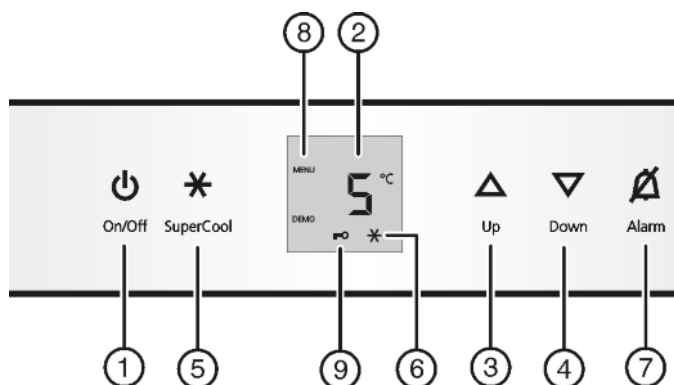

Fig. 2
- ▶ Appuyer sur la touche On/Off Fig. 2 (1).
- ▶ Activer le mode de réglage : appuyer env. 5 sec. sur la touche SuperCool Fig. 2 (5).
- ▶ Pour confirmer, appuyer brièvement sur la touche SuperCool Fig. 2 (5).
- ▶ appuyer brièvement sur la touche SuperCool Fig. 2 (5) pour activer la sécurité enfants.
- ▷ Le symbole Sécurité enfants Fig. 2 (9) est allumé. L'affichage **c** clignote.
- ▶ appuyer brièvement sur la touche SuperCool Fig. 2 (5) pour désactiver la sécurité enfants.
- ▷ Le symbole Sécurité enfants Fig. 2 (9) s'éteint. L'affichage **c** clignote.
- ▶ Désactiver le mode de réglage : appuyer sur la touche On/Off Fig. 2 (1).
- ▶ Appuyer sur la touche Alarme Fig. 2 (7).
- ▶ Augmenter la température : appuyer sur la touche de réglage Up Fig. 2 (3).
- ▶ Diminuer la température : appuyer sur la touche de réglage Down Fig. 2 (4).
- ▶ Appuyer brièvement sur la touche SuperCool Fig. 2 (5).
- ▷ Le symbole SuperCool Fig. 2 (6) s'allume dans l'affichage.
- ▷ Le symbole SuperCool Fig. 2 (6) s'éteint dans l'affichage.